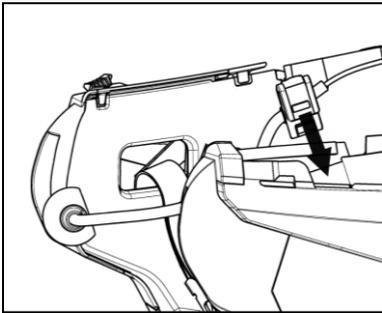

Abb. 8
- Bringen Sie das Kabel im Innern des Helms an und lassen Sie den rechten Halterungsbügel in den eigens dafür ausgesparten Bereich einschnappen (Abb. 8).